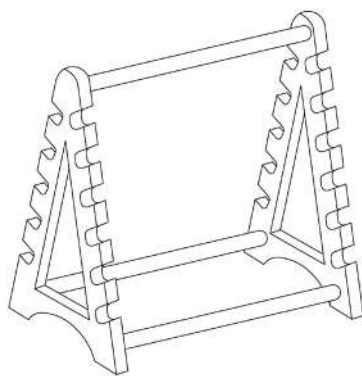

Рис. 118. Штатив для
3. **Штитив для пипеток** (рис.118) предназначен для компактного и удобного хранения пипеток. Пипетки хранятся в